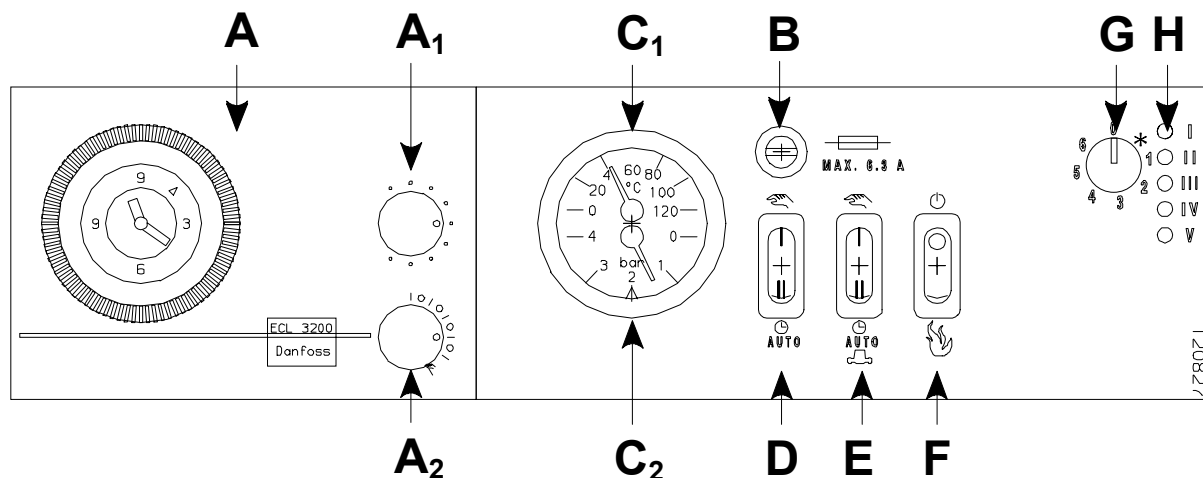

Fig. 1.4.1
() - Bogstaver i parentes se fig. 1.4.1 eller fig. 1.5.1
Ved vandpåfyldning skal hovedafbryderen (F) (se fig. 1.4.1/1.5.1) være slået fra.
Åbn først påfyldningshanen. Ganske langsomt åbnes derefter vandhanen og der fyldes langsomt op indtil trykket på trykmåleren (C₂)(fig. 1.4.1/1.5.1) viser 1,5-2,0 bar. Luk så først for vandhanen og dernæst for påfyldningshanen.